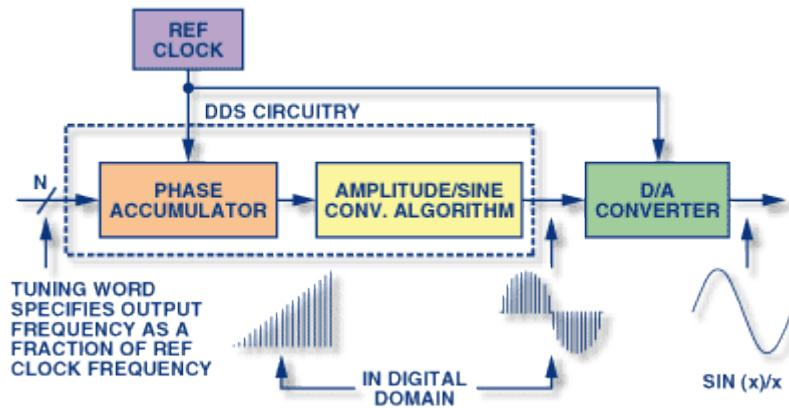

Figura 13. Flujo de una señal a través de un circuito DDS. (Fuente: Analog Devices)
En la figura 13 se observa el flujo de la generación de una señal senoidal a través de un circuito DDS. Para generar esta señal senoidal, se especifica una palabra de ajuste digital de N bits y una frecuencia de referencia (**system clock**). El **acumulador de fase (1)** en naranja convierte esta palabra en una secuencia de valores discretos de ángulos con igual separación. El **convertidor de fase a amplitud (2)** en amarillo convierte este ángulo en valores digitales en binario que corresponden a la forma de onda de una señal senoidal. Por último, el **convertidor digital analógico (3)** en verde convierte este valor digital en binario en un voltaje o corriente analógico.
5.2.1.1 Acumulador de fase (1) y convertidor fase-amplitud (2)